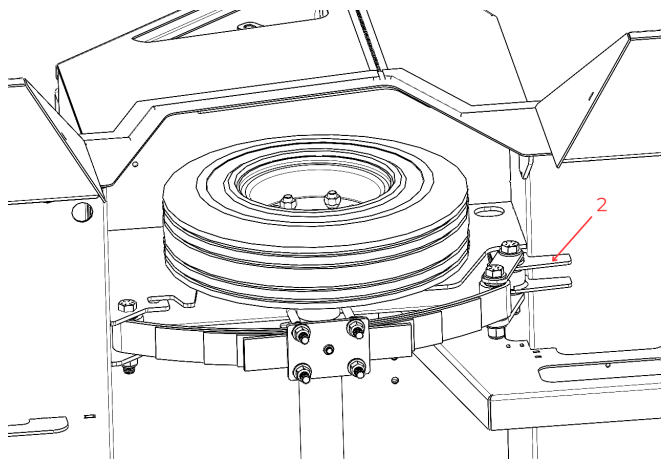

Figure 37. Plaques de montage de la suspension arrière.
- Plaques de montage de la suspension arrière (2) (voir figure 37).